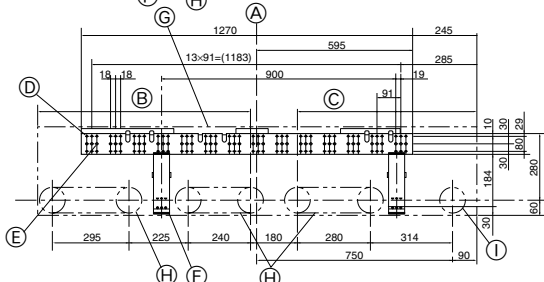

Fig. 3-2
3.2. Установка настенного крепления (Fig. 3-2)